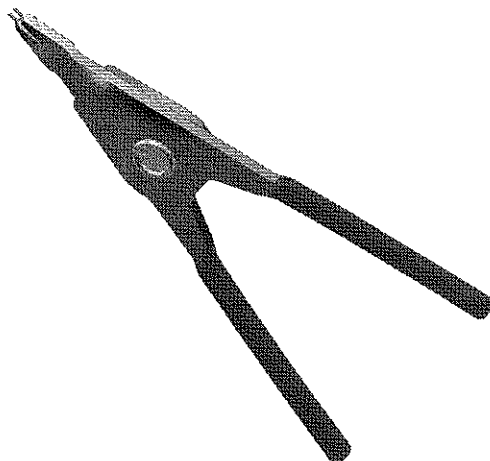

Figura 22
6. Alicates de anel de retenção de 10-20 mm 177249, 1 unidade; consulte a Figura 22.